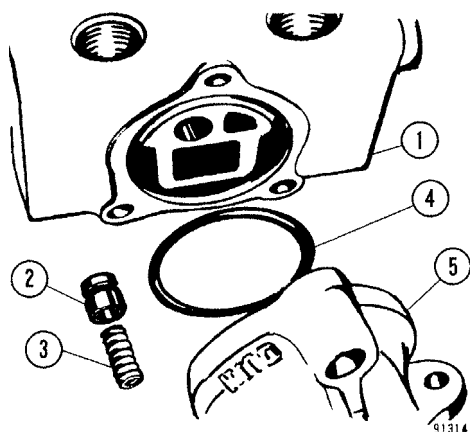

FIGURA 8-15. REENSAMBLADO DE LA VALVULA PILOTO DE ELEVACION
3. Monte el cabezal móvil de retención (2, Figura 8-15) y el resorte (3) en la caja del carrete (1).
4. Monte el anillo de goma nuevo (4) en la caja del carrete. Coloque las cajas de entrada y salida en la caja del carrete.